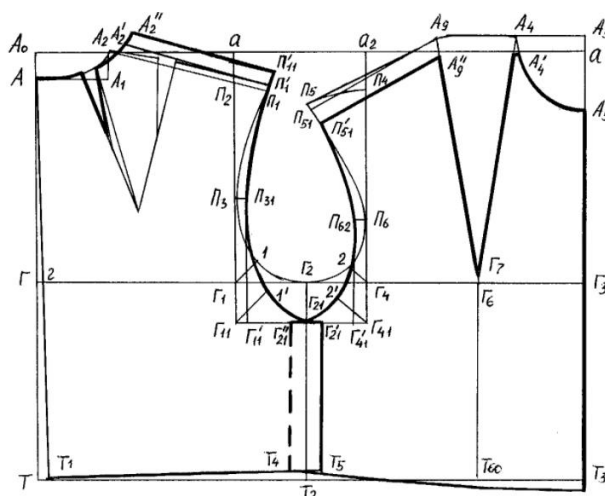

Рис.7.1- Чертёж углублённой проймы.
2. Используя чертёжные принадлежности, внести изменения в чертёж БК (рис.7.1).